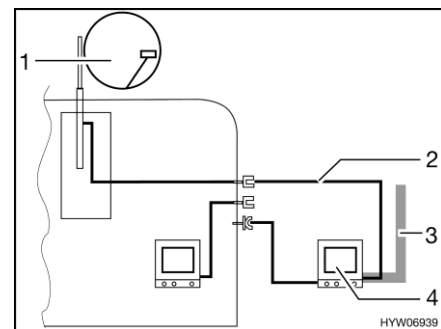

Fig. 132 TV nella tenda veranda
- TV nella tenda veranda (Fig. 132,4): Collegamento all'antenna del tetto (Fig. 132,1) con cavo di collegamento (Fig. 132,2)
- TV nella tenda veranda (Fig. 132,4): Collegamento a antenna esterna (Fig. 132,3)